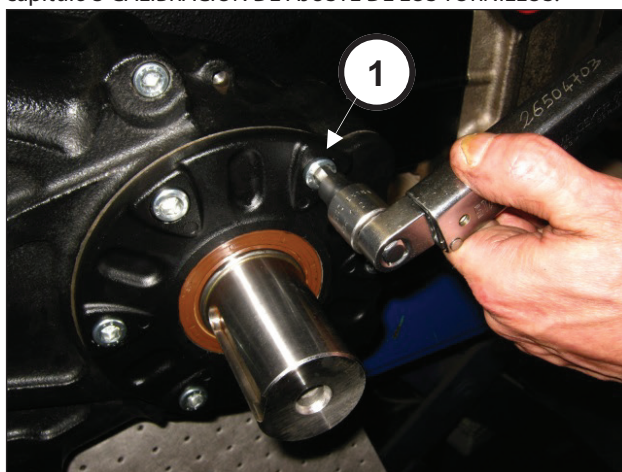

Fig. 82
Apretar los 6 tornillos M10x25 (pos. ①, Fig. 82). Ajustar los tornillos con la llave dinamométrica como se indica en el capítulo 3 CALIBRACIÓN DE AJUSTE DE LOS TORNILLOS.